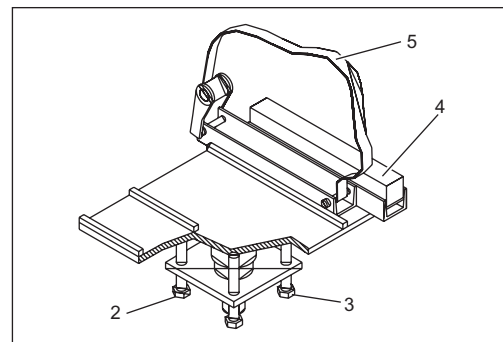

Fig. 6:
- Dévissez les vis de serrage des coulisseaux (Fig.6/4).
- Pour régler l'inclinaison, procédez par étapes, par la diagonale (croquis): Commencez par dévisser la vis (Fig.6/2), puis réglez la vis (Fig.6/3), etc.